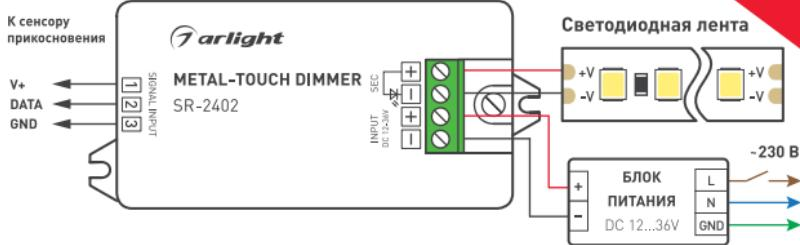

Рисунок 1. Схема подключения.
- 3.3. Подключите светодиодную ленту к выходу датчика [Рис. 1]. Соблюдайте полярность.